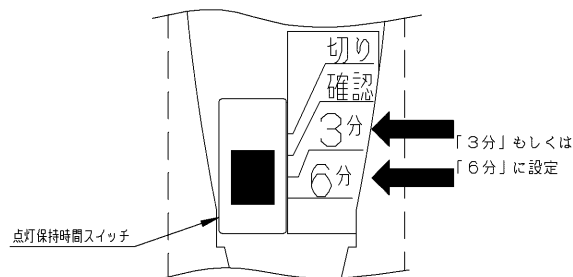

図12 動作確認後の点灯スイッチ設定位置
5. これで人感センサの動作確認ができました。点灯保持時間スイッチを3分または6分に設定してください。(図12)